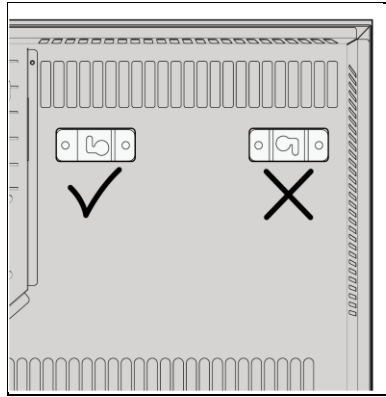

Afbeelding 7
1. Plaats het apparaat op een verticale en stevige ondergrond. Gebruik een waterpas bij het plaatsen van het apparaat (Afbeelding 7, pos. 1).
2. Plaats het apparaat op een minimale afstand (Afbeelding 7) van: